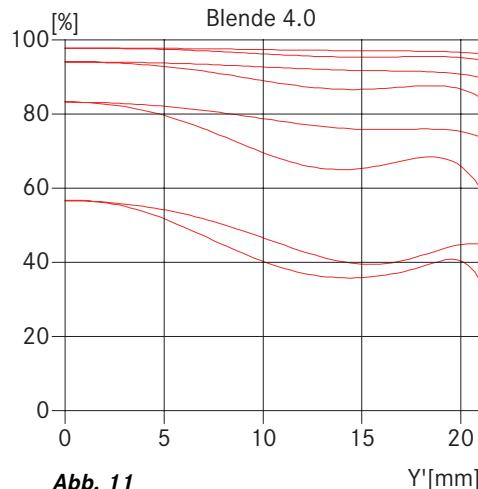
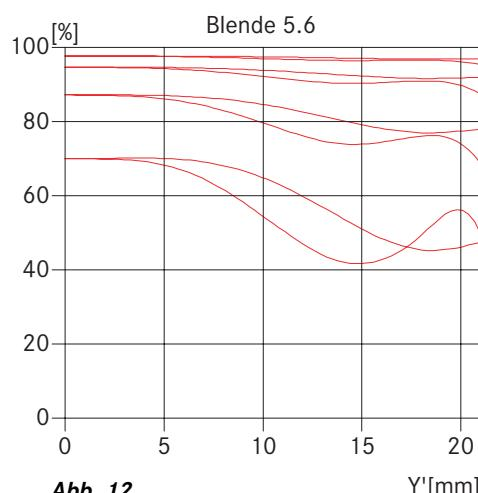
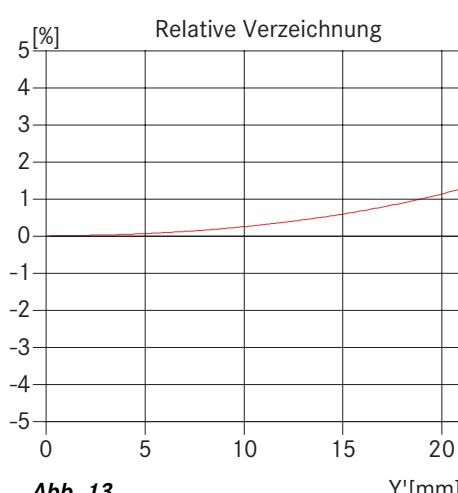

Abb. 11
Abb. 12
Abb. 13
Mit 70 mm und größter Blende (4) wird die Bildqualität überragend mit extrem hohem Kontrast und einer sehr knackigen Wiedergabe feinster Details (**Abb. 11**). Abblenden auf 5,6 steigert nochmals den Kontrast an den Rändern, und die Qualität in den Bildecken ist nun ebenfalls ziemlich gut (**Abb. 12**). Die Verzeichnung beträgt 1 Prozent (kissenförmige Verzeichnung) (**Abb. 13**), Vignettierung ist vernachlässigbar.